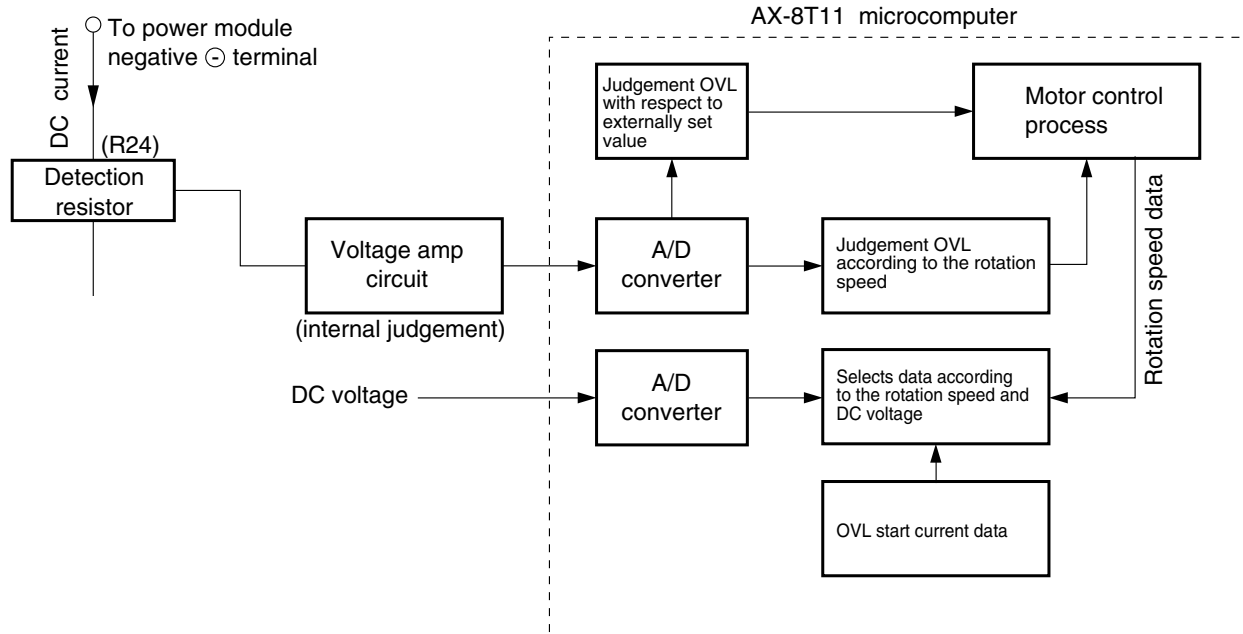
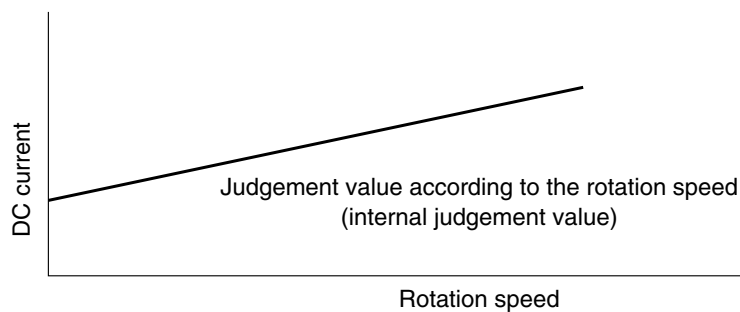

Fig. 7-4 Overload Control System Configuration
Fig. 7-5
- Comme le montre le diagramme, si un courant dépassant 24 A passe, la tension au point A reconnue par la résistance de détection est entrée à la broche ⑨ de SPM2 – HIC, et la tension divisée par R41 et R43 est entrée à la broche ⑨ de IC1. Comme le seuil de IC1 est dépassé dans ce cas, le signal Lo est entré à la broche ⑧ (tension au point ⑧). Quand le signal Lo est entré à la broche ⑰ du microprocesseur, le microprocesseur arrête la sortie de commandes.
(2) Overload control circuit (OVL control circuit)
- Fig. 7-4 shows the overload control system configuration and Fig. 7-5 is a characteristic diagram of overload judgement values. There are two judgement methods-external judgement which compares the externally set value with the DC current values regardless of the rotation speed and internal judgement which compares the set value that varies according to the rotation speed programmed in the microcomputer software with the DC current value.